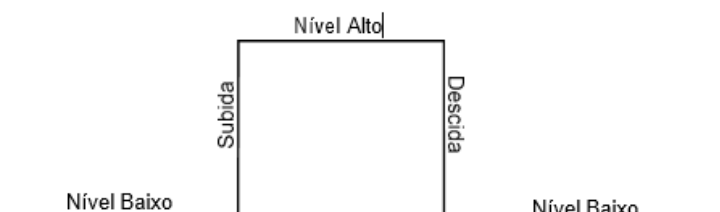

Figura 32: Sinal de um pulso
No item 4 da figura 32, você poderá definir tipo de sinal recebido do laço indutivo para disparo de captura. Segue abaixo figura sobre um pulso de disparo chegado pelo laço indutivo.